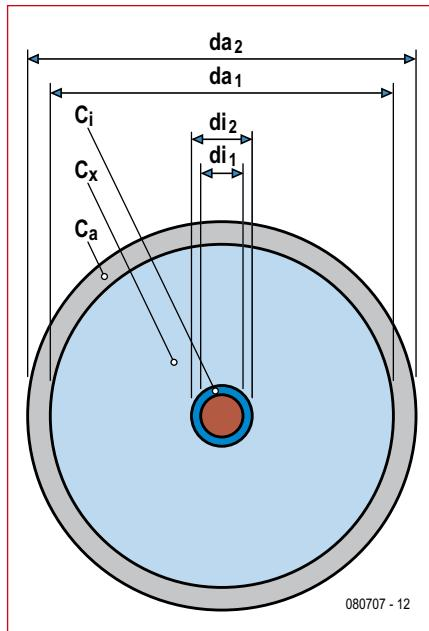
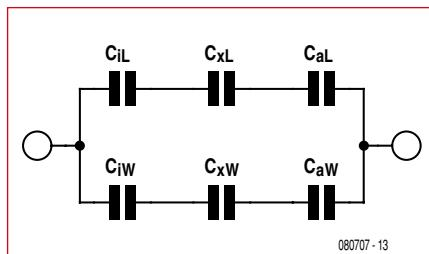

Figure 4. Les couches du condensateur formé par le tube de mesure.
Figure 5. Schéma équivalent du tube de mesure.
circuit série des capacités partielles (figure 4). Si l'on considère maintenant le condensateur cylindrique comme fait de deux parties, celle qui est déjà remplie du liquide à jauger, eau ou autre liquide (CW) et celle qui est encore remplie d'air (CL), on obtient la capacité du tube $CR = CW + CL$ (donc un montage parallèle), la longueur de la partie dans l'eau est h et celle de la partie dans l'air est $(L-h)$. La figure 5 en présente le schéma équivalent.